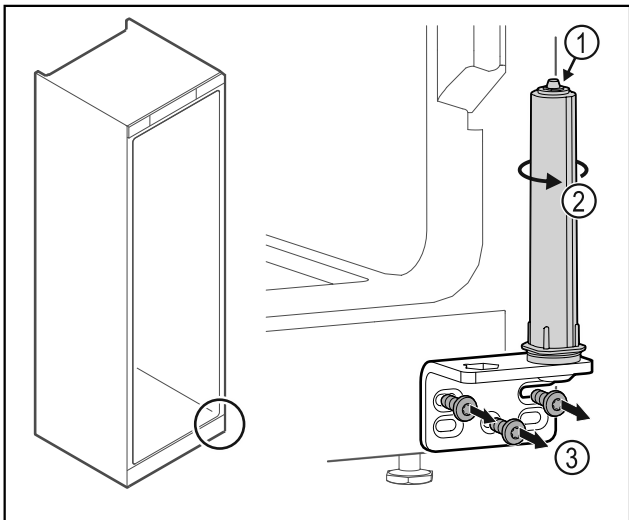

Fig. 31
▶ Не розбирати систему закриття дверей Fig. 31 (1).
- ▶ Повертати систему закриття Fig. 31 (2) до клацання.
- ▶ Відкрутити шарнірний кутик Fig. 31 (3).